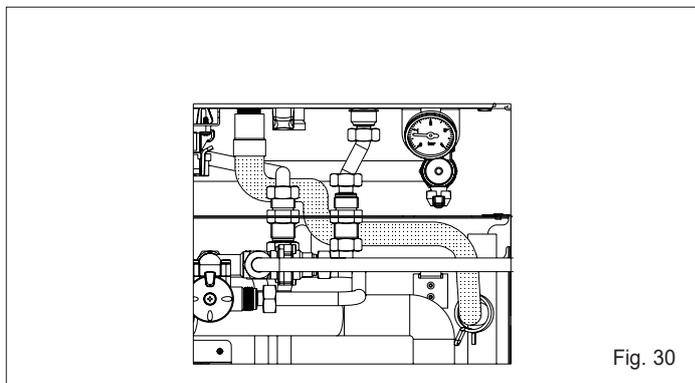

Fig. 30
- Collegare la valvola di sicurezza 3 bar della caldaia al tubo corrugato proveniente dal modulo e bloccare con le fascette stringi tubo (fig. 30)